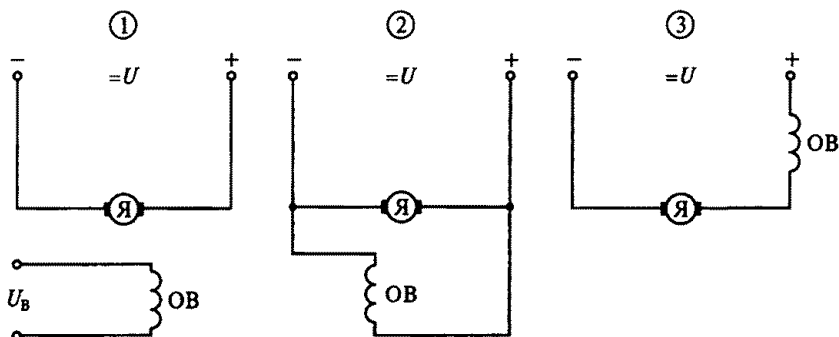

Рис. 237
10.16. Какая из трех схем, представленных на рис. 237, принадлежит машине постоянного тока с последовательным возбуждением?
10.17. Какая из трех схем, представленных на рис. 237, принадлежит машине постоянного тока с независимым возбуждением?
10.18. Какая из трех схем, представленных на рис. 237, принадлежит машине постоянного тока с параллельным возбуждением?